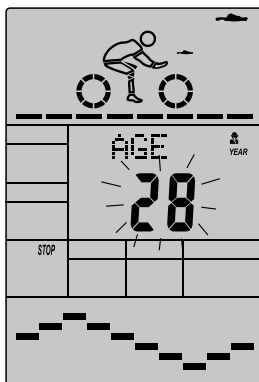

图 37
- E. 年龄的读数闪烁，按 UP/DOWN 键（或旋转）设定用户的年龄，然后按 ENTER 键确认设定的年龄值。（如图 37）